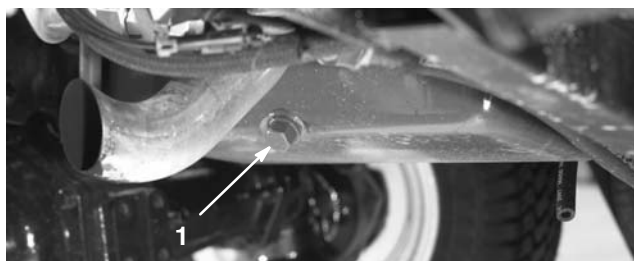

Figure 47
1. Enlevez un des bouchons de vidange (Fig. 47) et laissez s'écouler l'huile dans un bac de vidange. Remettez le bouchon quand toute l'huile s'est écoulée.